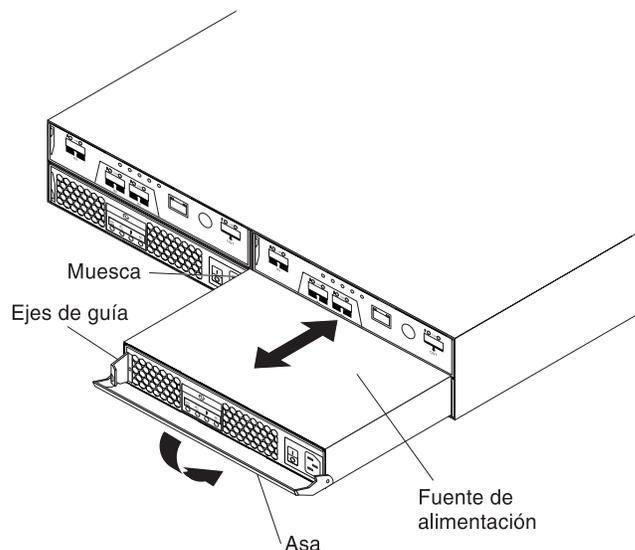

Figura 64. Sustitución de una unidad de fuente de alimentación
Para sustituir una unidad de fuente de alimentación, realice los pasos siguientes. En la Figura 64 en la página 101 se muestra cómo extraer e insertar una unidad.
11. Tire lentamente del asa hacia afuera y extraiga la unidad de fuente de alimentación, tal como se muestra en la Figura 64.